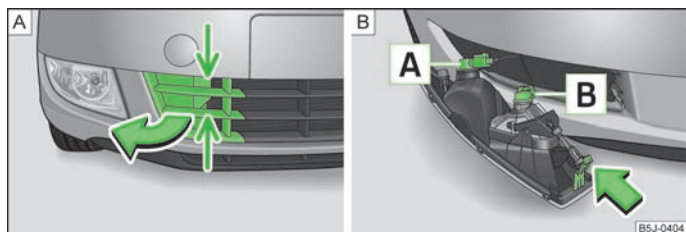

Fig. 147 Paragolpes delantero: Rejilla protectora/desmontaje del faro antiniebla
Asignación de bombillas » fig. 147.
➤ Agarrar la rejilla protectora por el punto indicado por flechas » fig. 147 - **A** y sacar la caperuza protectora.
- Meter la mano en la apertura en la rejilla protectora y presionar la pestaña de enclavamiento » fig. 147 - **B** en el sentido de la flecha.